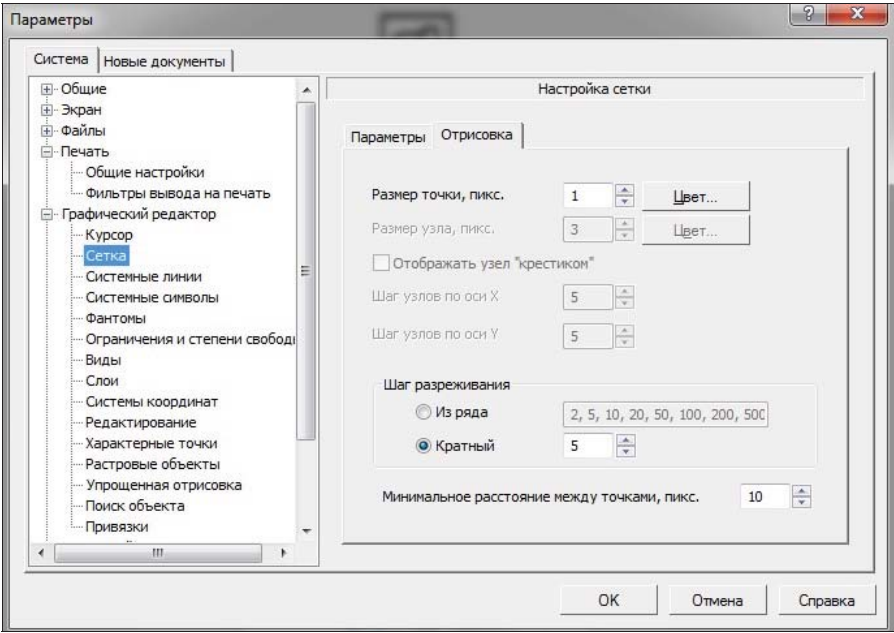

Рис. 17.4. Диалоговое окно Параметры с открытой панелью Настройка сетки
- ◆ щелкните ЛК мыши по пункту **Сетка** — в правой части откроется панель **Настройка сетки**. Это диалоговое окно имеет две вкладки: **Параметры** (открыта по умолчанию) и **Отрисовка**. Вкладка **Отрисовка** открывается щелчком по ней ЛК мыши. Элементы управления вкладок **Параметры** и **Отрисовка** (рис. 17.4) рассмотрены в табл. 17.1;